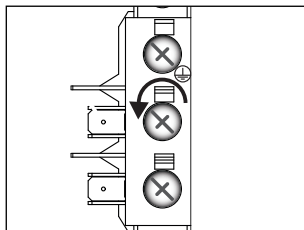

fig. 5
- Desserrez complètement les vis du bornier dans le sens anti-horaire ↺ à l'aide d'un tournevis plat ou cruciforme (fig. 5).